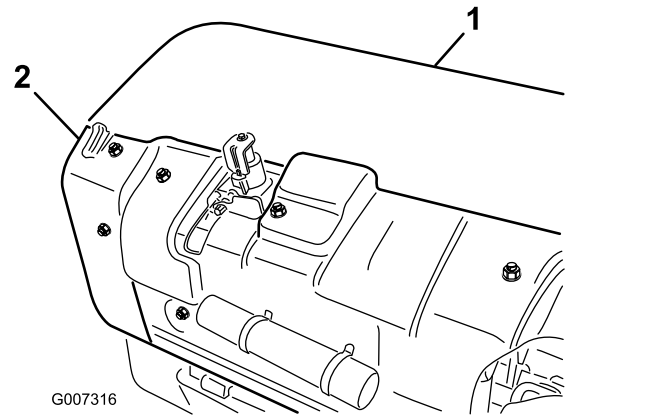

図 36
1. 後コアリングヘッドカバーを外す 図 36。
2. プーリのシールドを固定しているボルトを外してシールドを外す 図 36。